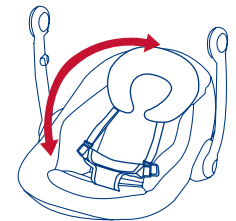

Fig. 3a
- 3) • Unfold Seat Assembly. (Fig. 3a)
- Despliegue el montaje del asiento. (Fig. 3a)
- Déplier l'assemblage du siège. (Fig. 3a)